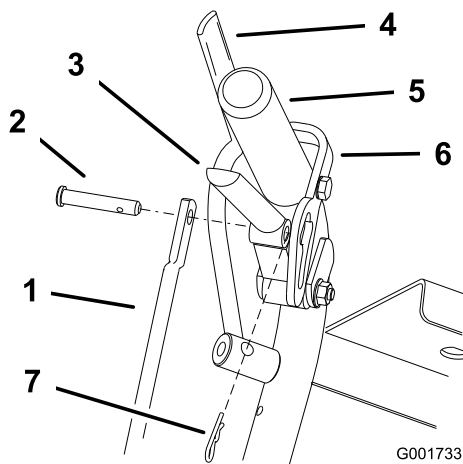

Bild 36
1. Lassen Sie den Antriebshebel los und entfernen Sie den Splint und Lastösenbolzen, um die Länge der Stange einzustellen. Drehen Sie die Stange im Stangen-Anschlussstück (Bild 36).
4. Stecken Sie den Lastösenbolzen in den Antriebshebel (Bild 36).
6. Stecken Sie den Splint zwischen den Antriebshebeln und den Neutral-Arretierungen in die Lastösenbolzen (Bild 36).